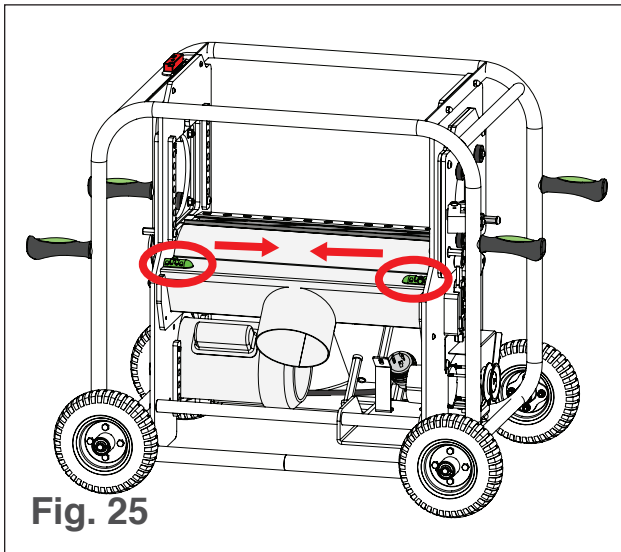

Fig. 25
2. Deslize os fechos do manto de aspiração superior para dentro (ver Fig. 25).